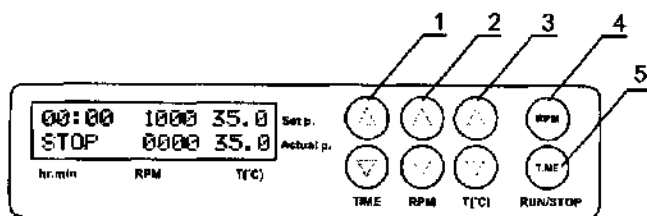

Рис.1
4.3 С помощью соответствующих кнопок «» и «» (рис. 1/1) установите необходимый интервал времени в часах и минутах (шаг – 1 мин). Если кнопка удерживается нажатой длительное время, шаг смены значений увеличивается.
4.4 С помощью соответствующих кнопок «» и «» (рис. 1/2) установите необходимое количество оборотов в минуту (шаг – 10 об./мин). Если кнопка удерживается нажатой длительное время, шаг смены значений увеличивается.
4.5 С помощью соответствующих кнопок «» и «» (рис. 1/3) установите необходимую температуру (шаг – 0.1 °C). Если кнопка удерживается нажатой длительное время, шаг смены значений увеличивается.
4.7 Нажать кнопку **RPM-RUN/STOP** (рис.1/4). При этом начинается движение платформы, и таймер начнет отсчет установленного интервала времени (с точностью до 1 мин).
- 4.10 При необходимости можно перезапустить таймер во время его работы. Для этого дважды нажмите кнопку **TIME RUN/STOP** (рис. 1/5) (первый раз для остановки таймера, второй - для повторного запуска).
-  По истечении заданного интервала времени, вращение платформы прекращается автоматически, но нагрев можно прекратить, только сокращая температуру кнопкой  $T, ^\circ\text{C}$  «V» (рис. 1/3 – нижняя кнопка) до появления индикации **OFF** в верхней части дисплея.